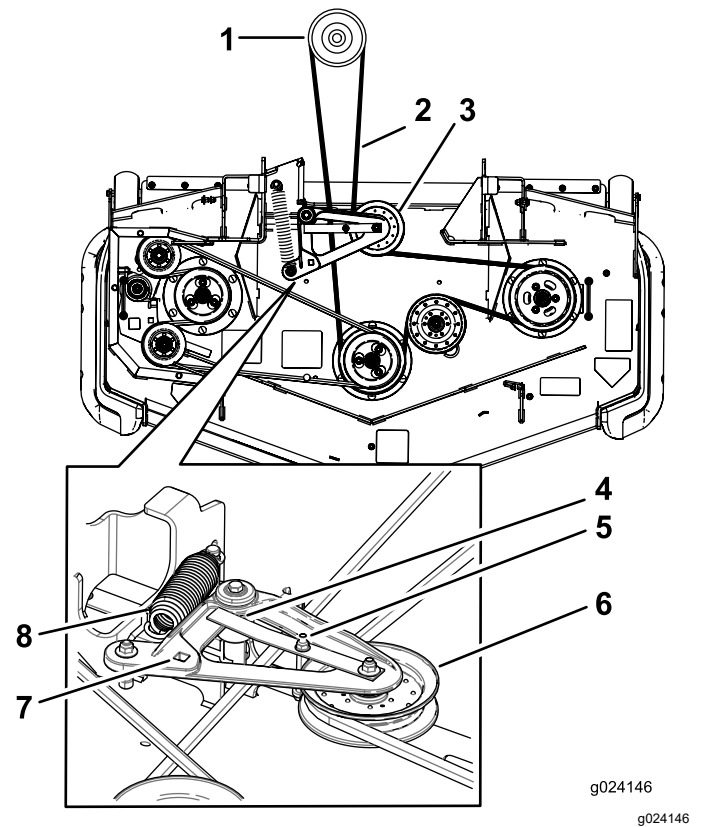

Figura 91
6. Utilice una llave de carraca en el taladro cuadrado del brazo tensor para aliviar la tensión del muelle tensor (Figura 91).
8. Pase la correa nueva alrededor de las poleas del cortacésped y de la polea del embrague, debajo del motor (Figura 91).
9. Gire y asegúrese de que la pestaña de la guía de la correa entra en contacto con el buje pivotante (Figura 91).
10. Utilizando la llave de carraca en el taladro cuadrado, instale la correa alrededor de la polea tensora tensada con muelle (Figura 91). Asiente los extremos del muelle en las ranuras de anclaje.